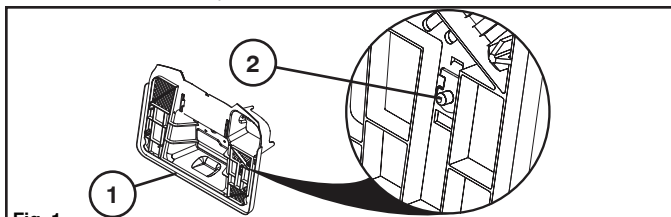

Fig. 1
- Stojąc za ciągnikiem, z którego płyty tylnej (1) został zdjęty pojemnik, znaleźć miejsce zainstalowania przełącznika zapełnienia worka (2). (Patrz rys. 1.)